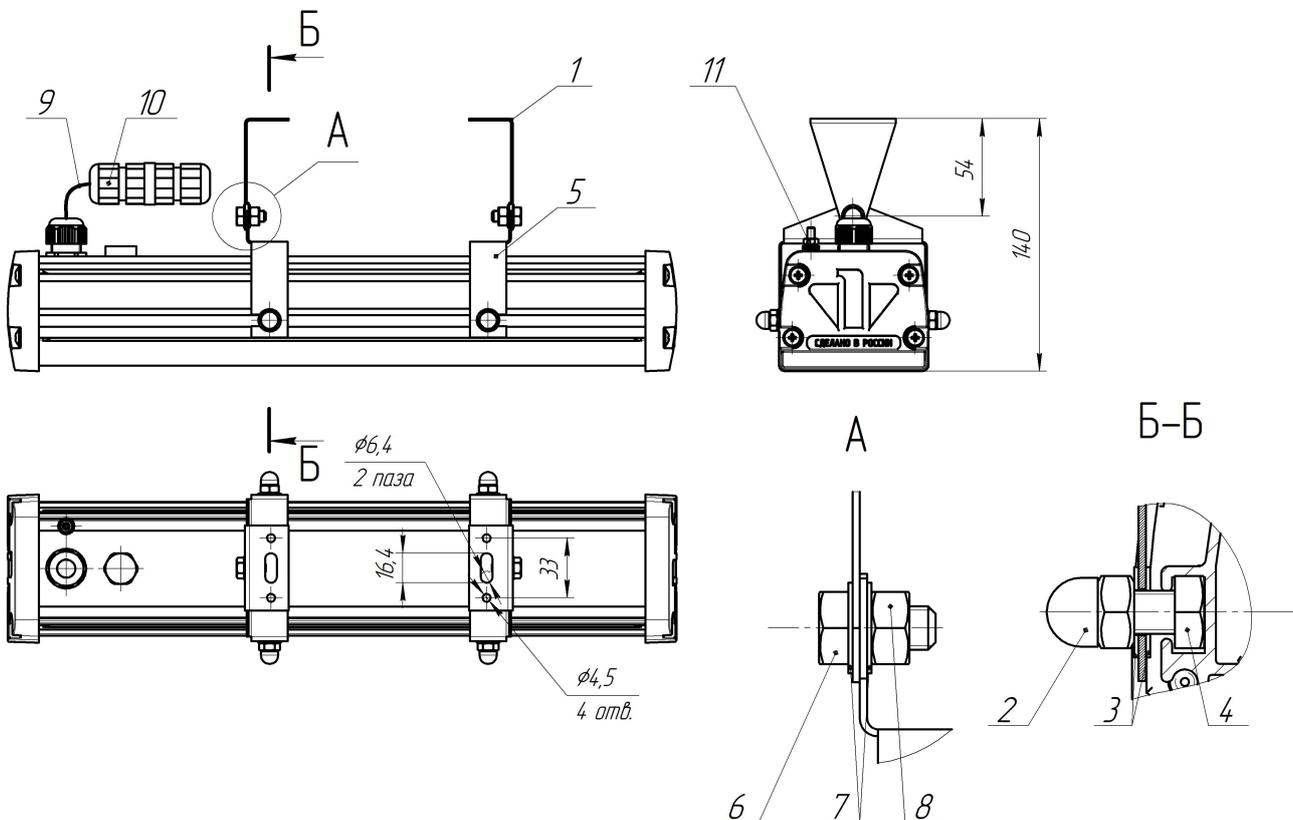
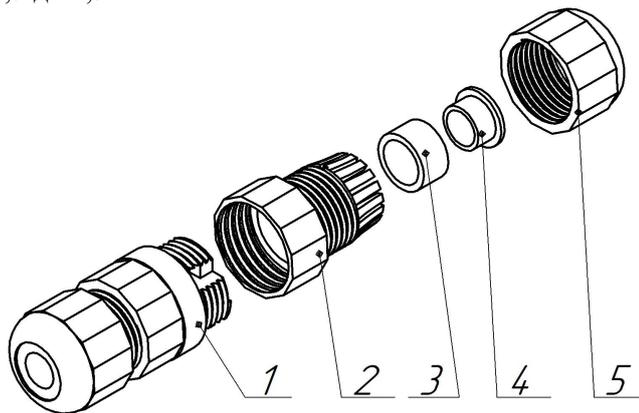

Рисунок 2 – Установка светильника
Рисунок 3 – Устройство герморазъёма
2.2.2.1 Установить уголок (рисунок 2 поз.1) из комплекта монтажных частей на стенку или потолок. Открутить гайки колпачковые (рисунок 2 поз.2), снять по одной шайбе зубчатой (рисунок 2 поз. 3). Установить кронштейн (рисунок 2 поз.5) на крепежные болты (рисунок 2 поз.4) с помощью шайб зубчатых (рисунок 2 поз.3) и гаек колпачковых (рисунок 2 поз. 2), так чтобы кронштейн вместе с болтами можно было свободно перемещать по пазу профиля. Установить кронштейны (рисунок 2 поз.5) в положение, необходимое для соединения с уголком (рисунок 2 поз.1). Затянуть гайки (рисунок 2 поз 2.) с моментом 5,9 Н·м.
2.2.2.2 Соединить уголки (рисунок 2 поз.6) с кронштейном (рисунок 2 поз.5) при помощи болтов (рисунок 2 поз.4), шайб зубчатых (рисунок 2 поз.7), установленных с двух сторон, гаек (рисунок 2 поз.8), выставив необходимый угол светильника. Затянуть гайки (рисунок 2 поз.8) с усилием 5,9 Н·м.
2.2.3.1 Проверьте сетевой кабель (рисунок 2 поз.9) – если внешний гибкий кабель светильника окажется поврежден дальнейший монтаж светильника производить ЗАПРЕЩАЕТСЯ, необходимо обратиться к изготовителю (см. разделы 5 и 6).
2.2.3.2 У герморазъёма (рисунок 2 поз. 10) ослабить свободную от провода зажимную гайку (рисунок 3 поз.5) и открутить крышку коннектора (рисунок 3 поз. 2). Продеть подключаемый кабель через гайку зажимную (рисунок 3 поз.5) и крышку коннектора (рисунок 3 поз. 2).**** Отжать рычаги клем. Вставить «фазовый» провод в гнездо контакта с обозначением «L», «нулевой» провод в гнездо контакта с обозначением «N», «заземляющий» - в гнездо контакта с обозначением « \perp ». Вернуть рычаги в исходное положение, проверить надежность фиксации проводов подергиванием кабеля. К контактной группе (рисунок 3 поз.1) прикрутить крышку коннектора (рисунок 3 поз. 2). Зажимную гайку (рисунок 3 поз. 5) закрутить до плотного обжатия провода.
**** Примечание: при подключении кабелем диаметром от 9 до 11 мм полностью открутить зажимную гайку (рисунок 3 поз. 5) из крышки коннектора (рисунок 3 поз. 2) извлечь уплотнительное кольцо (рисунок 3 поз. 3), из которого извлечь малое уплотнительное кольцо (рисунок 3 поз. 4). Установить уплотнительное кольцо (рисунок 4 поз. 3) обратно в крышку коннектора (рисунок 3 поз.2). Продеть подключаемый кабель через гайку зажимную (рисунок 3 поз.5) и крышку коннектора (рисунок 3 поз. 2).
2.2.3.3 Подключите провод внешнего заземления к винту (рисунок 2 поз.11), имеющему маркировку « \perp ».